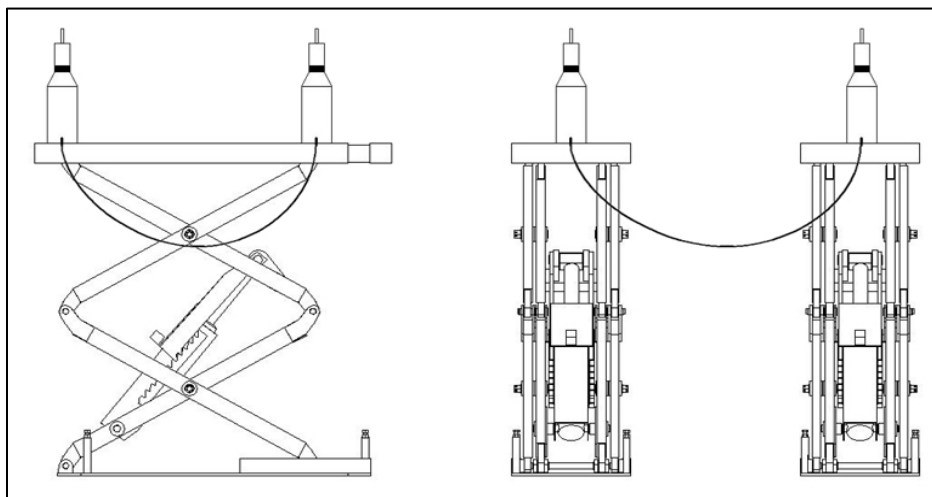

Рис. 20
- Если отклонения уровня вызваны неровностью основания на месте установки, используйте металлические пластины для подкладывания под низшую по высоте сторону для выравнивания уровня (**рис. 20**)